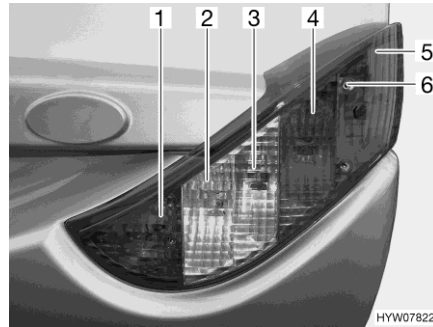

Fig. 198 Luci posteriori (lato anteriore)
- Svitare le tre viti ad esagono cavo (Fig. 198,6).